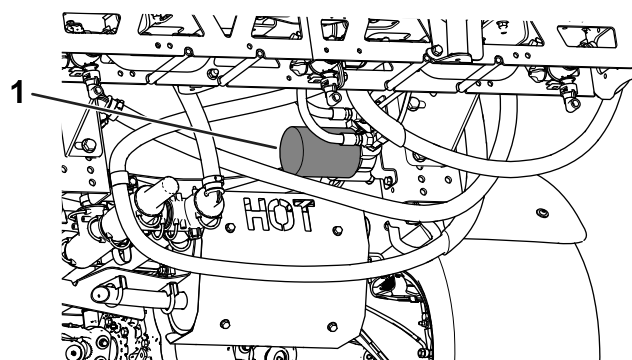

Bild 57
4. Entfernen Sie den Filter (**Bild 57**).